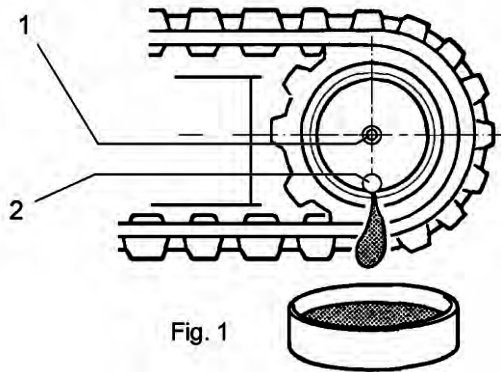

Fig. 1
- Plaats de machine zo dat beide borgpennen tot rust komen zoals getoond in Fig. 1.